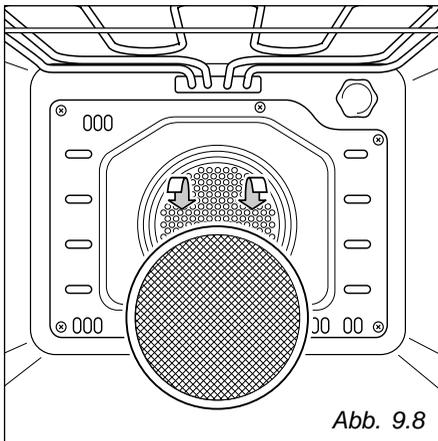

Abb. 9.8
- Der Filter wird an die hintere Ofenwand wie in Abb. 9.8 gezeigt, gehängt.